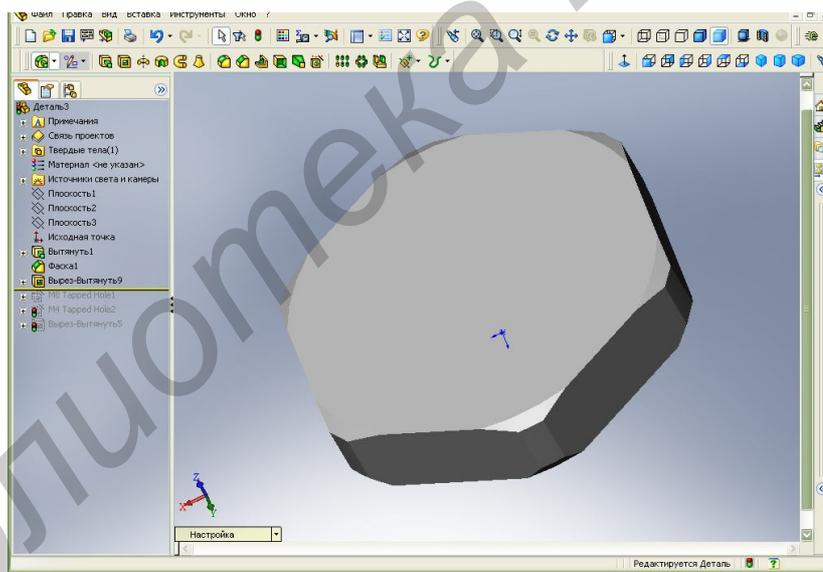

Рисунок 24 – Преобразование цилиндра в шестигранник
– *Reverse Direction* (Изменить направление) – *Trough All* (Через все), нажмите *OK* (рисунок 24).